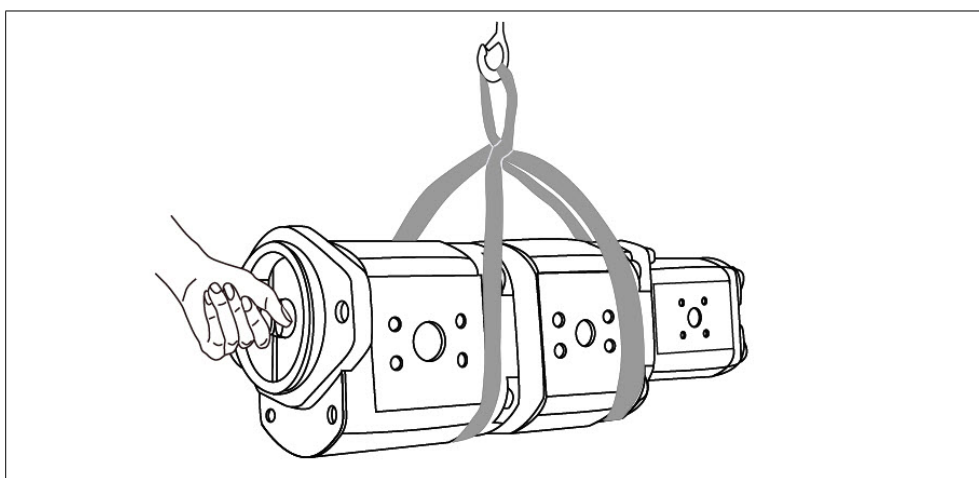

Fig. 5 : Transport avec une élingue
- ▶ Placez l'élingue autour de l'unité à engrenages extérieurs de façon à ce qu'elle ne passe pas sur les pièces rapportées (p. ex. valves), et que l'unité à engrenages extérieurs ne soit pas suspendue par les pièces rapportées (voir fig. 5).